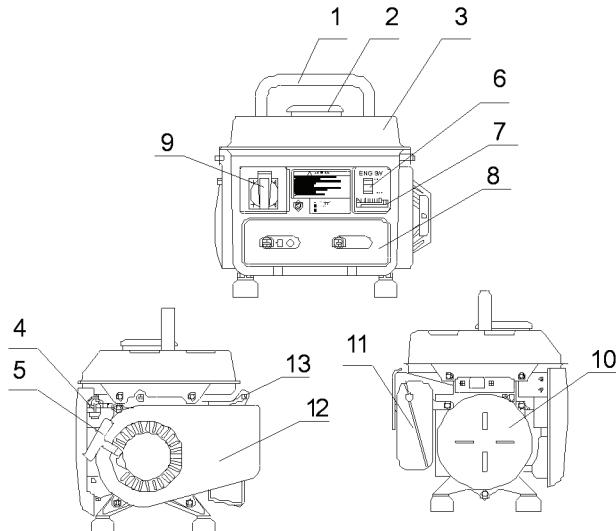

рис. 1
Общий вид генератора схематично представлен на рис. 1
5.4.1 Отключить всех потребителей переменного тока генератора, отсоединить потребителей постоянного тока от розетки 9 (рис. 1).
5.4.2 Открыть топливный кран 4 (рис. 1).
5.4.3 Перевести рычаг управления воздушной заслонкой 7 (рис. 1) в крайнее левое положение при пуске холодного двигателя и в промежуточное при пуске прогретого двигателя.
5.4.4 Перевести выключатель двигателя 6 (рис. 1) в отключённое положение.
5.4.5 Плавно вытянуть до упора трос ручного стартера за ручку 5 (рис. 1) и вернуть в исходное положение.
5.4.6 Перевести выключатель двигателя 6 (рис. 1) во включённое положение.
5.4.8 После прогрева двигателя в течение времени около 10-40 секунд, в зависимости от начальной температуры, переведите рычаг воздушной заслонки 7 (рис. 1) в крайне правое положение, если при этом двигатель работает неустойчиво вернуть рычаг заслонки в прежнее положение и обеспечить завершение прогрева двигателя.
5.5.2 Перевести выключатель двигателя 6 (рис. 1) в отключённое положение.
5.5.3 Закрыть топливный кран 4 (рис. 1).
6.2.1 Снять в/в провод и вывинтить свечу 13 (рис. 1) из двигателя, используя свечной ключ.